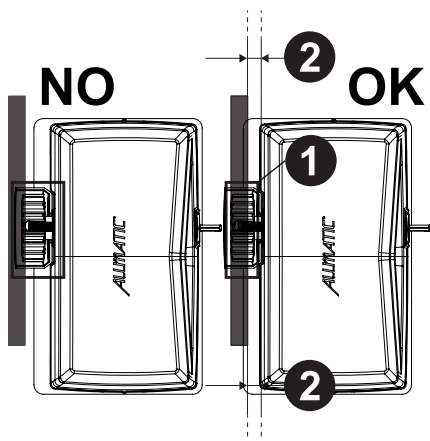

Fig.8
Pour fixer le moteur sur la contre-plaque, insérer et serrer les 4 écrous à six pans (Fig. 5). Placez le moteur en parallèle avec le portail et avec le pignon sous la crémaillère, comme illustré à la Fig. 8.
- 1 ATTENTION ! Positionnez le moteur avec le pignon sous la crémaillère, comme illustré à la figure 8.